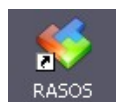

Рисунок 8 - Ярлык для запуска RASOS
3) Загрузить программу RASOS при помощи ярлыка (рисунок 8).